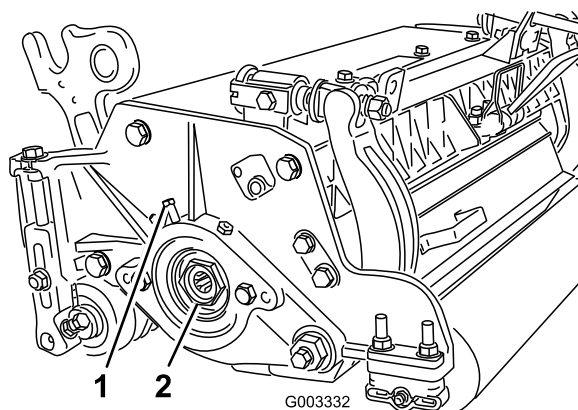

Figura 24
- A. Desaperte o parafuso do conjunto externo segurando a porca de ajuste do rolamento localizado no lado esquerdo da unidade de corte (Figura 24).